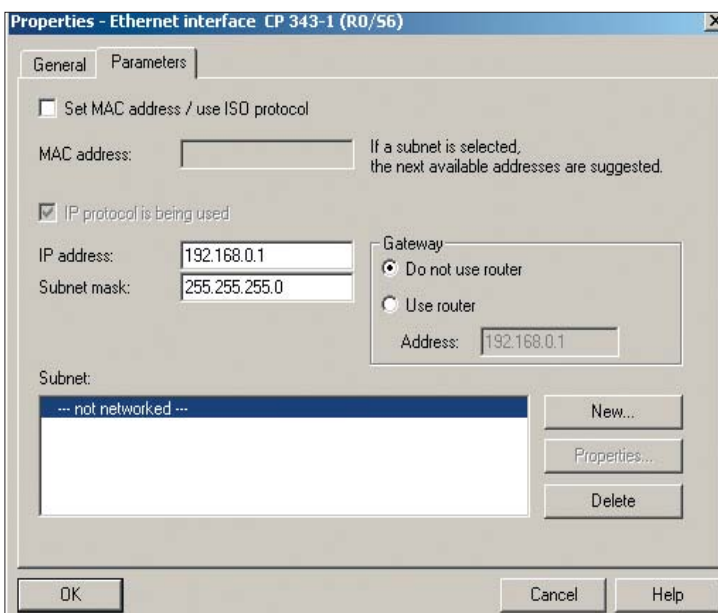

Рис. 5. Добавление IP-адреса и адреса маски подсети
2. В окне свойств **Properties** – **Ethernet interface CP 343-1** установите необходимый IP-адрес (**IP address**) и адрес маски подсети (**Subnet mask**), после чего нажмите кнопку **NEW** для создания новой сети (рис. 5).